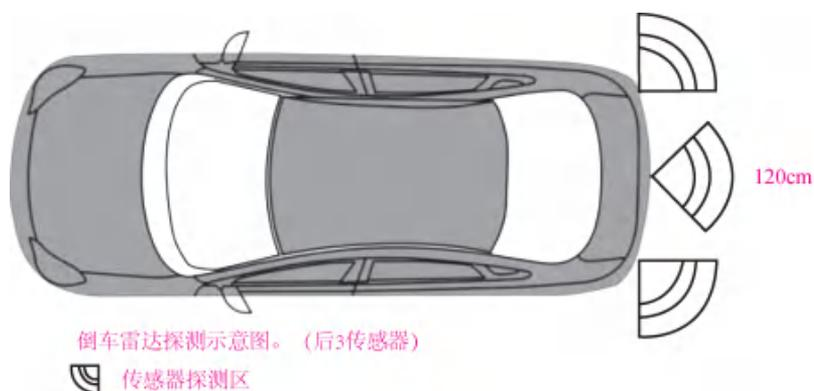

图 4-7-3 倒车雷达工作示意图
1) 知识点解析：倒车雷达是汽车驻车或者倒车时的安全辅助装置，能以声音或者更为直观的显示告知驾驶员周围障碍物的情况，解除了驾驶员驻车、倒车和起动车辆时前后左右探视所引起的困扰，并帮助驾驶员扫除了视野死角和视线模糊的缺陷。倒车雷达通过超声波扫射范围内有无障碍物，示意图如图4-7-3所示。